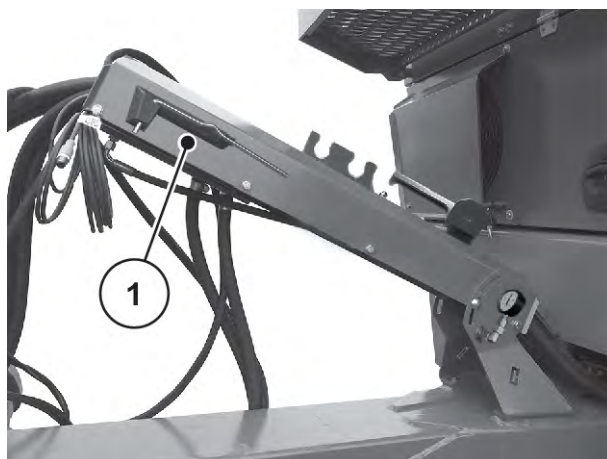

Fig. 67: Inställningsspakens läge
- ▶ Lägg återigen inställningsspaken i den därför avsedda hållaren. Se *Fig. 67 Inställningsspakens läge*